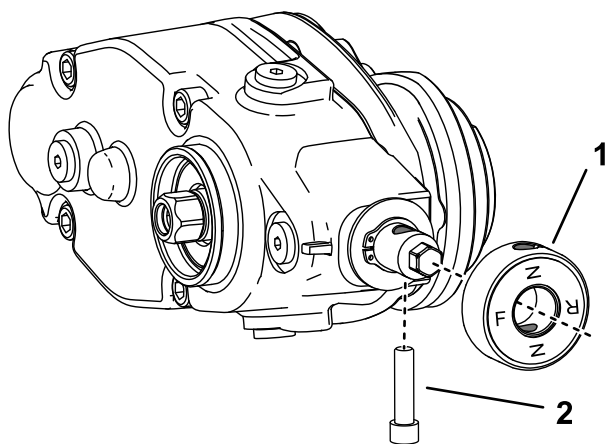

Figura 8
7. Si va a instalar el groomer en el lado izquierdo de la máquina, complete los pasos siguientes (Figura 8):